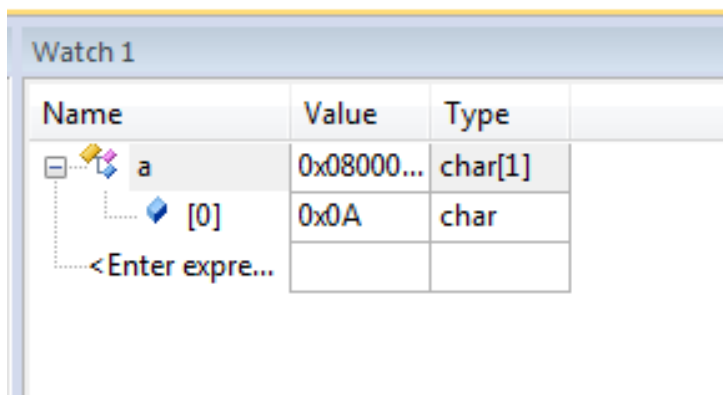

Рисунок 1.22. Окно просмотра глобальных переменных
4. Окно просмотра глобальных переменных (Watch window), вызывается нажатием кнопки . Позволяет просматривать и записывать значение глобальных переменных и структур (Рисунок 1.22). Для того чтобы добавить переменную в окно необходимо ввести её имя в поле <Enter expression>.